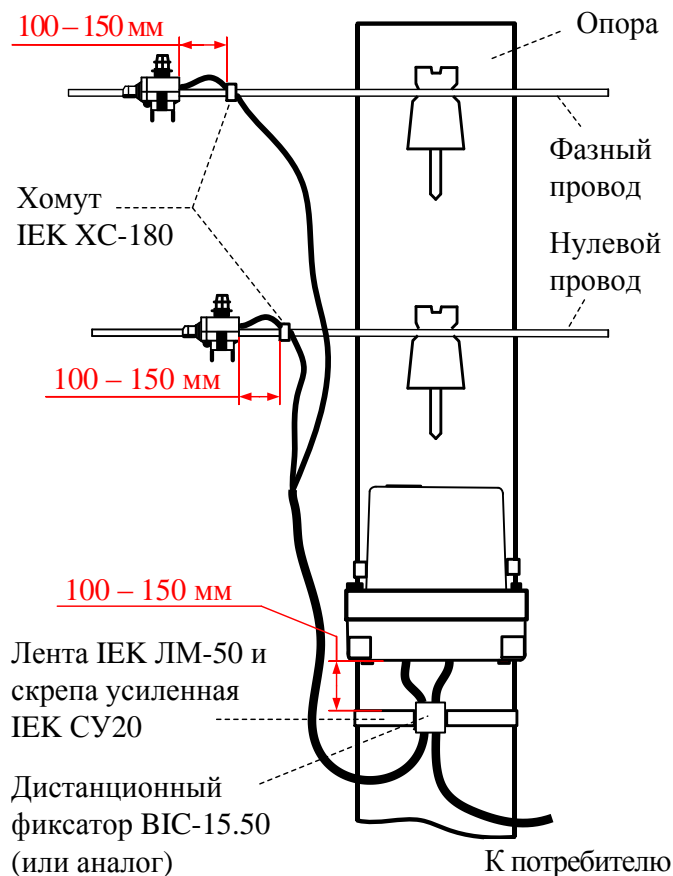

Рисунок 9.4 – Крепление провода при установке счетчика на опору ЛЭП
9.4.3.8 Провода подключить к ЛЭП с помощью прокалывающих зажимов. Скрутка проводов строго запрещена! Место контакта зачистить от пыли, пленок, окислов и смазать токопроводящей смазкой. Зафиксировать провод атмосферостойким хомутом, например, ИЕК ХС-180 (УНН21-Д6-180-100), перед зажимом вдоль ЛЭП (рисунок 9.4).